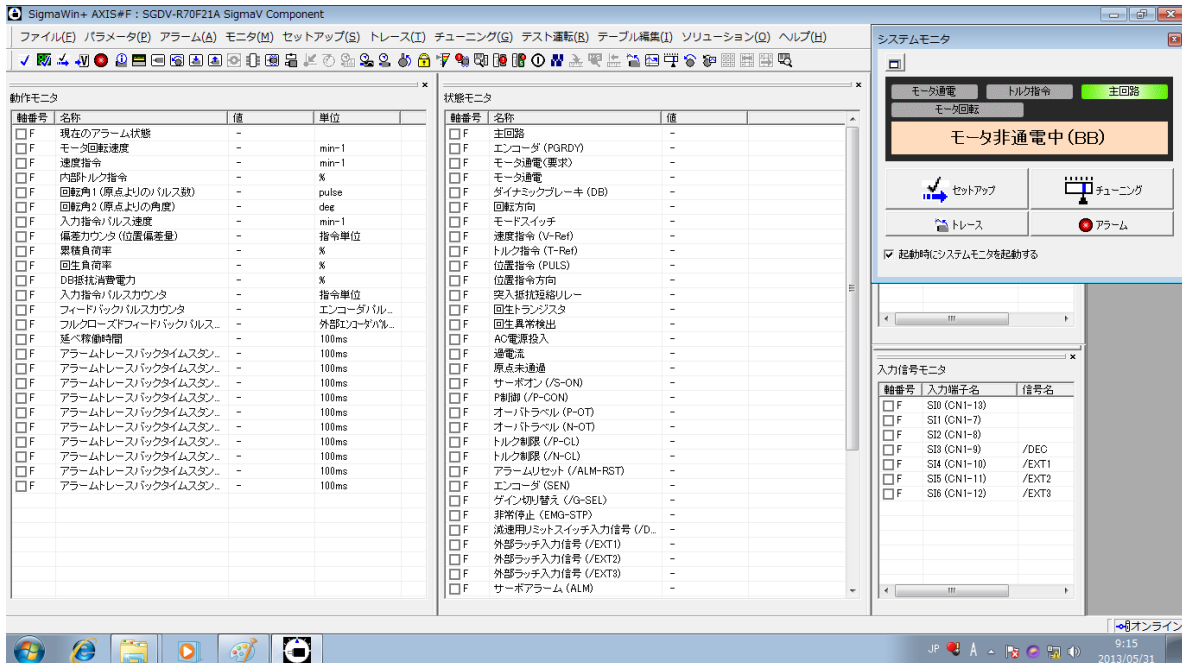

図 5-2-7. SigmaWin+サーボパック調整メイン画面
- ⑩ 図 5-2-7 のような、SigmaWin+のメイン画面が起動します。各種設定方法等は、SigmaWin+のヘルプおよびマニュアルを確認ください。